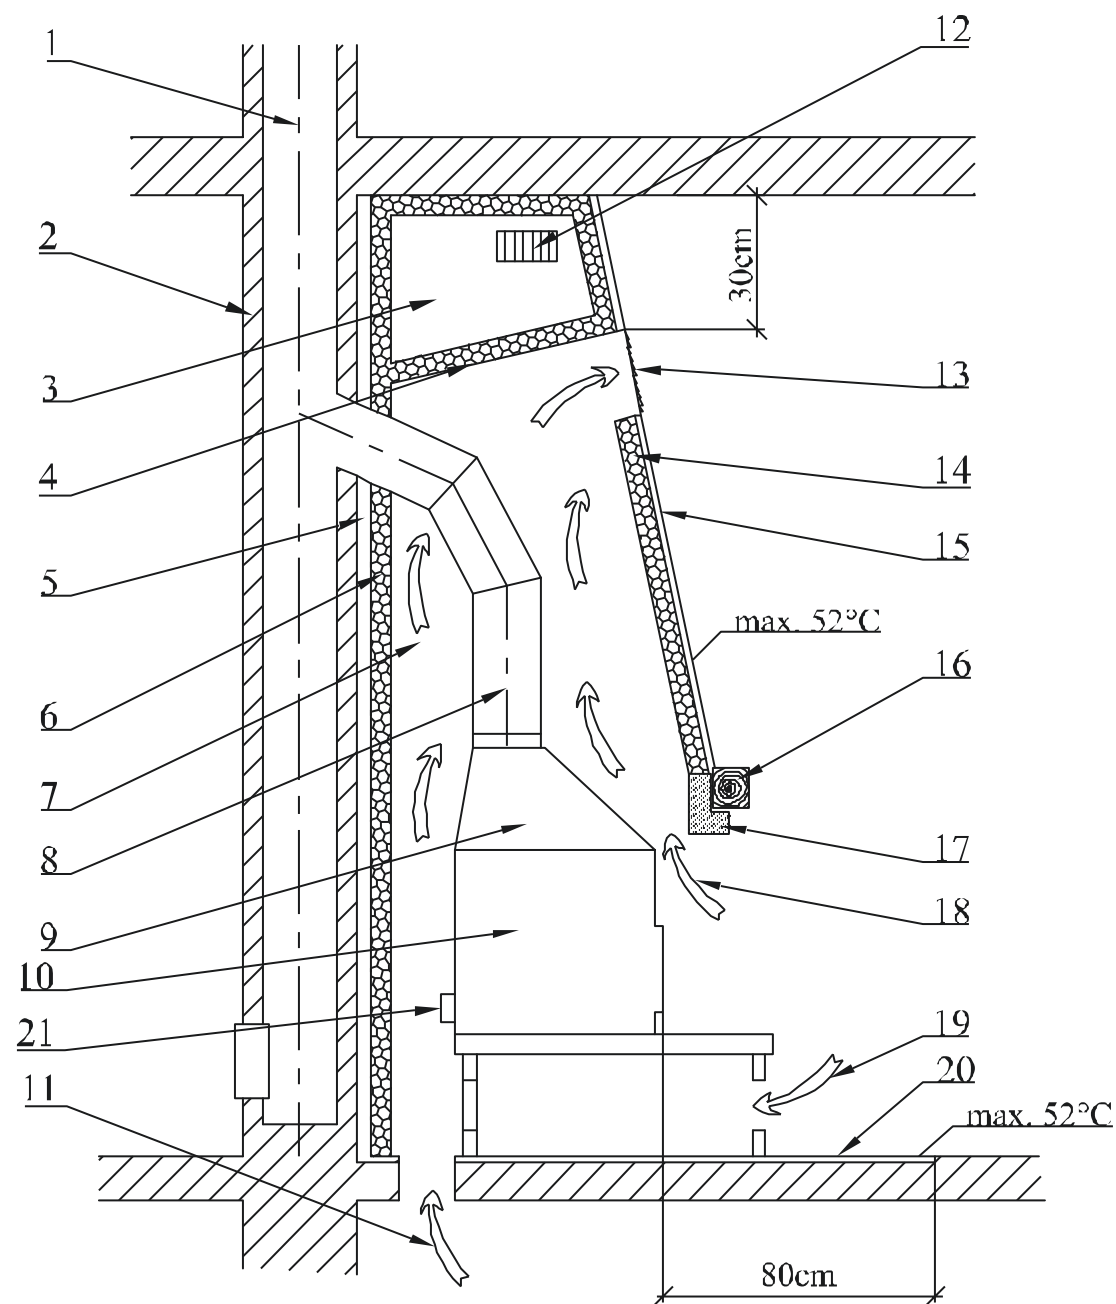

Рис. 2
Безопасное расстояние от косяка двери и подобным способом расположенных строительных конструкций из горючих материалов, а также от трубопроводов, включая их изоляцию, составляет мин. **20 см**. От остальных частей конструкции из горючих материалов – мин. **40 см** (см. рис. 2) согласно **ČSN 06 1008/1997**. Имеются в виду строительные материалы класса **B, C и D** согласно **ČSN EN 13501-1+A1/2010** (см. таблицу № 1). Это действительно также для стен, и главным образом, потолков со штукатуркой на горючем основании, например, Латих, Палах и т.п. Если эти расстояния невозможно соблюсти, необходимо предотвратить опасность пожара при помощи строительно-технических мер – негорючая облицовка, теплостойкая изоляция, ширма.
5. Вывод нагретого конвекционного воздуха должен находиться мин. на **30 см** ниже потолка (рис. 2).
6. Над выводом конвекционного нагретого воздуха должна быть негорючая конструкция перекрытия. Ее температура не должна превысить величину **50°C**. Поэтому низ потолка должен быть изолирован от воздействия тепла из камина перегородкой и как минимум одним полностью закрываемым отверстием с решеткой (рис. 2) или достаточным слоем теплоизоляции.